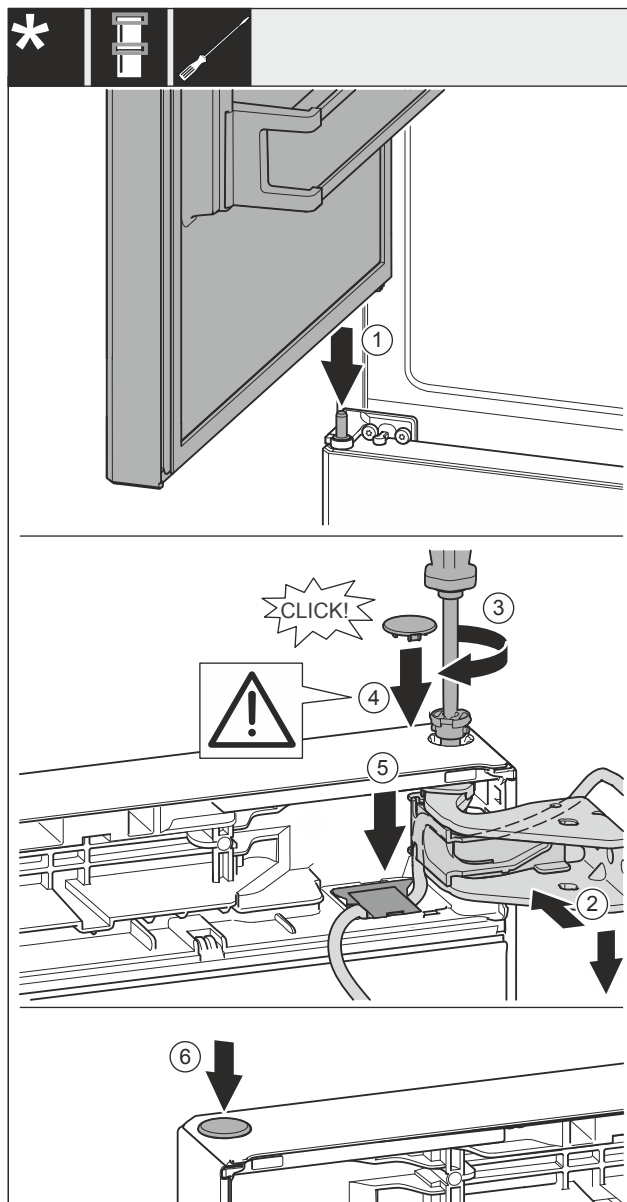

Fig. 55
- Obere Tür auf mittleren Lagerbolzen Fig. 55 (1) setzen.
- Tür oben zur Öffnung im Lagerbock Fig. 55 (2) ausrichten.
- Bolzen Fig. 55 (3) einsetzen und mit Schraubendreher festschrauben.
- Abdeckung Fig. 55 (4) einsetzen.
- Kontrollieren, dass die Abdeckung Fig. 55 (4) auf der Tür aufliegt.
- Abdeckung Fig. 55 (5) einsetzen und nach unten drücken bis sie einrastet.
- Abdeckung Fig. 55 (6) einsetzen.